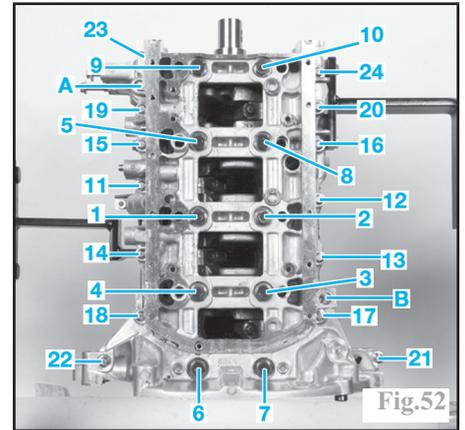

Fig.52
Monter le carter de chapeaux de paliers de vilebrequin sur le carter cylindres en le centrant avec les 2 piges PSA 194.N en (A) et (B) (Fig.52).